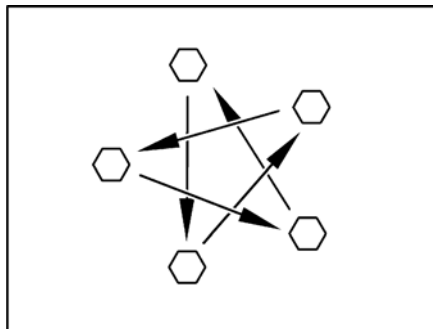

Bild 185 Dra åt hjulmuttrarna eller hjulbultarna korsvis
- Kontrollera regelbundet att hjulmuttrarna eller hjulskruvarna är ordentligt åtdragna. Om du har bytt däck ska hjulmuttrarna eller hjulbultarna dras åt korsvis efter 5 mils körning (Bild 185).
- ▶ Dra åt hjulmuttrarna eller hjulbultarna korsvis (Bild 185).